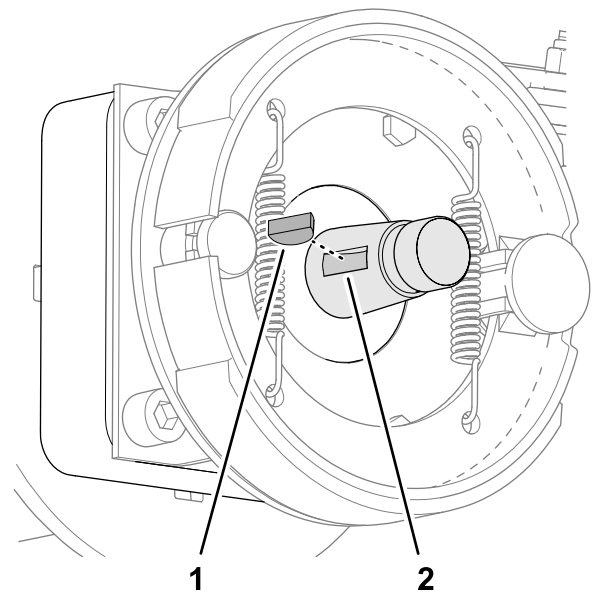

Figura 72
2. Insira a chaveta semirredonda na ranhura do veio do motor das rodas (Figura 72).